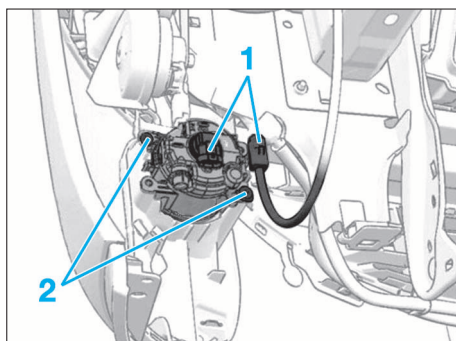

FIG. 9
- Débrancher les connecteurs (1) (Fig.9).
- Déposer les vis (2).
- procéder au réglage du projecteur antibrouillard à l'aide de la molette (3) (Fig.9).